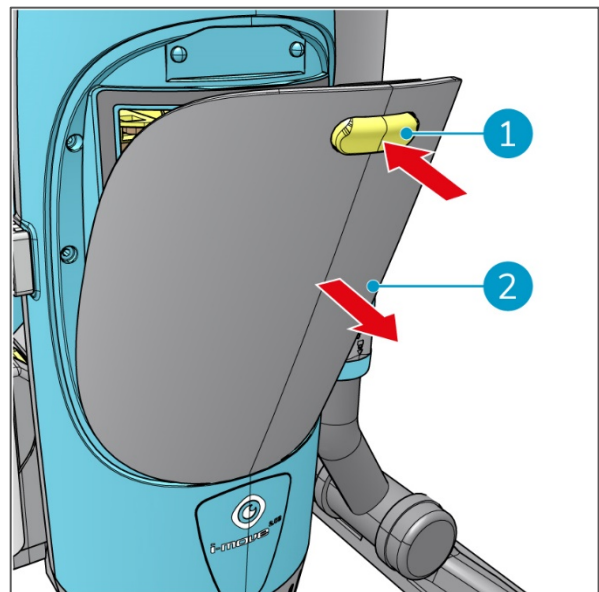

Figure 21
2. Appuyez sur le bouton jaune (Figure 21, pos. 1) pour déverrouiller la trappe.
3. Retirez la trappe (Figure 21, pos. 2).
7. Remettez la trappe (Figure 21, pos. 2).